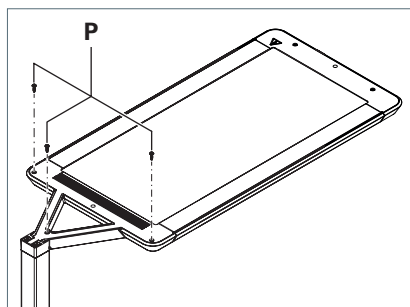

Fig. 10 : Visser le recouvrement.
- Vissez le recouvrement avec les trois vis **P**, voir Fig. 10.